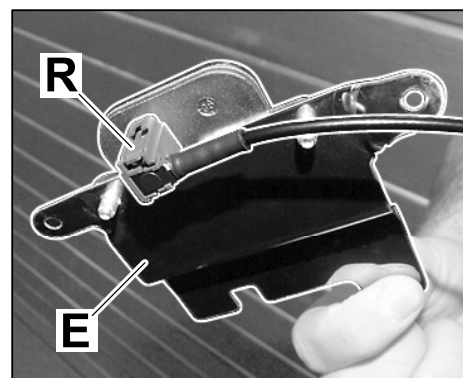

Bild 7
- 3.3 Antennenleitung (955.647.207.00) $\Rightarrow$ Bild 7 -R- mit GPS-Antenne $\Rightarrow$ Bild 7 -E- verbinden.